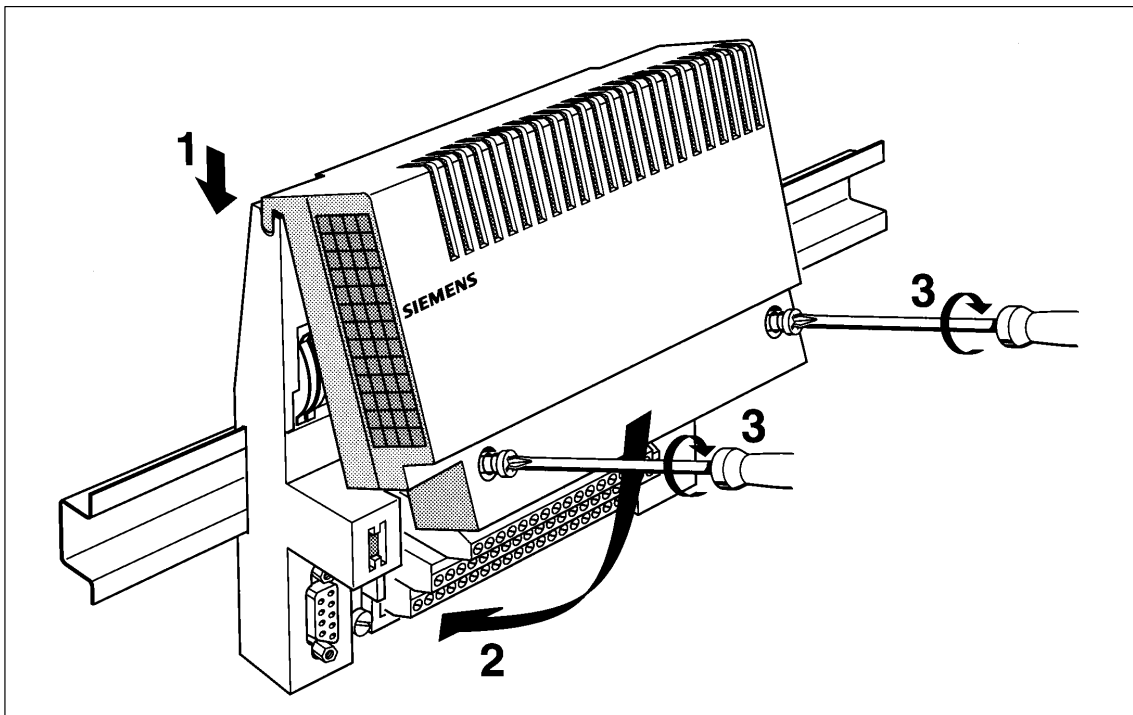

Bild 3-8 Einhängen des Elektronikblocks in den Terminalblock
1. Entfernen Sie den Elektronikblock in umgekehrter Weise wie in Bild 3-8 beschrieben.